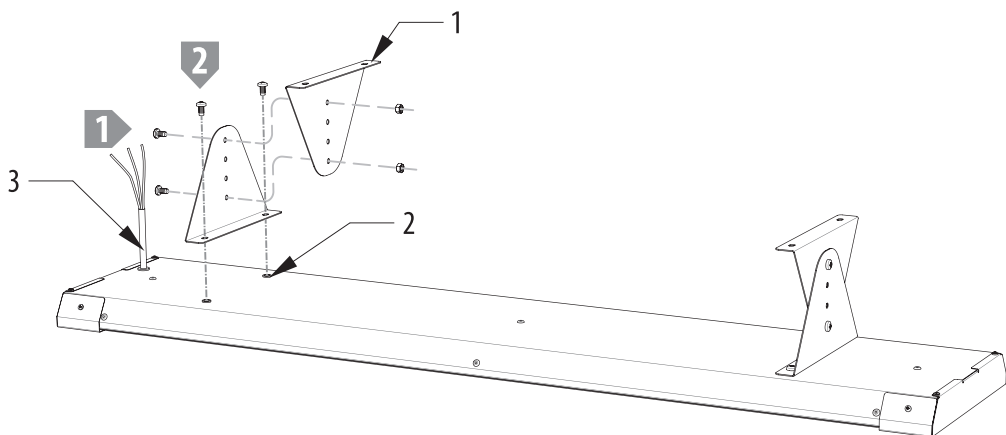

Рисунок 9. Установка потолочного кронштейна (показан вариант для минимального расстояния до потолка).
4. Для монтажа 60-0013 и 60-0014 используйте крепеж из комплекта поставки. Соберите потолочный кронштейн (см. рис. 9, поз. 1), используя крепеж из комплекта поставки. Вы можете собрать кронштейн необходимой высоты, выбрав соответствующие отверстия на нем.
5. Прикрутите кронштейны к корпусу обогревателя (см. рис. 9, поз. 2). Для этого на корпусе имеются резьбовые заклепки.